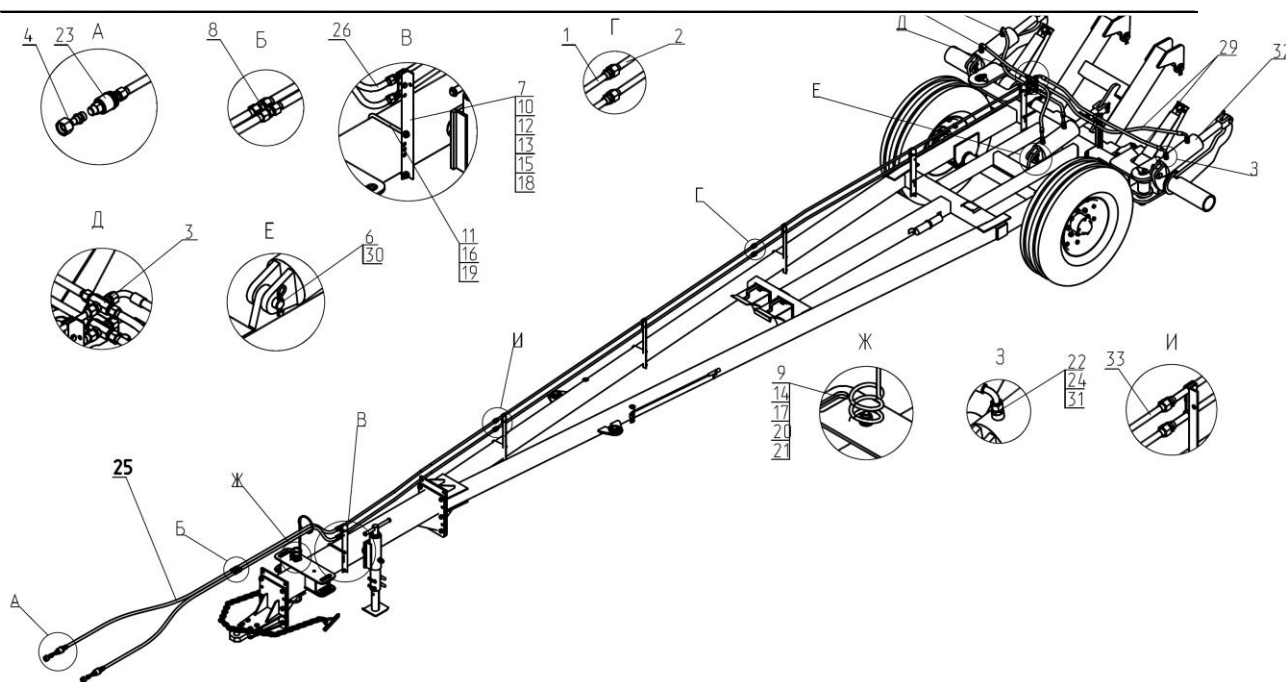

Рис.16. ЛДГ 04.000А Гидросистема.
2.33. Гидросистема(Рис. 16) служит для подъема дисковы батарей в транспортное положение и опускание батарей в рабочее положение.